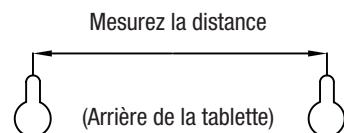

Figure 1
ÉTAPE 2: Tracez une ligne sur le mur à l'aide du niveau afin de déterminer l'emplacement des trous. Mesurez la distance requise entre les vis pour installer le cube mural. Marquez l'emplacement des vis aux endroits désirés, tel qu'illustré à la **Figure 1**.